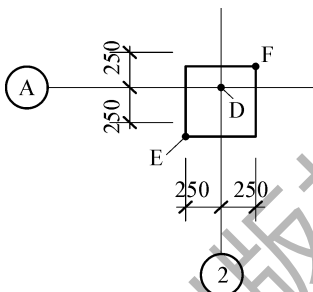
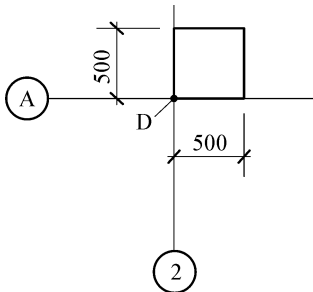

图 3-22 2~A 轴交点位置柱子布置图
图 3-23 2~A 轴交点位置柱图
① 指定第一个角点或【倒角(C)/标高(E)/圆角(F)/厚度(T)/宽度(W)】:在提示下,捕捉图 3-23 中的 E 点(以 E 点作为确定矩形左下角的基点)。
② 指定第一个角点或【倒角(C)/标高(E)/圆角(F)/厚度(T)/宽度(W)】:<偏移>:在提示下,输入矩形左下角点 F 相对于基点 E 的坐标“@-250,-350”这样便绘出了矩形的左下角点。
③ 指定另一个角点或【面积(A)/尺寸(D)/旋转(R)】:在提示下,输入矩形右上角点 G 相对于 F 点的坐标“@500,500”,然后按 Enter 键结束命令。
(2) 复制命令绘制法
柱子尺寸为 500 mm×500 mm,在平面上居中放置,如图 3-22 所示:
① 指定第一个角点或【倒角(C)/标高(E)/圆角(F)/厚度(T)/宽度(W)】:在提示下,指定图 3-22 中的 D 点。
② 指定另一个角点或【面积(A)/尺寸(D)/旋转(R)】:在提示下,输入字母 D,按 Enter 键。
③ 指定矩形的长度<10>:在提示下,输入 500,按 Enter 键。
④ 指定矩形的宽度<10>:在提示下,输入 500,按 Enter 键。
⑤ 指定另一个角点或【面积(A)/尺寸(D)/旋转(R)】:在提示下,点击 D 点右上方任意一点,绘制的柱子如图 3-23 所示。